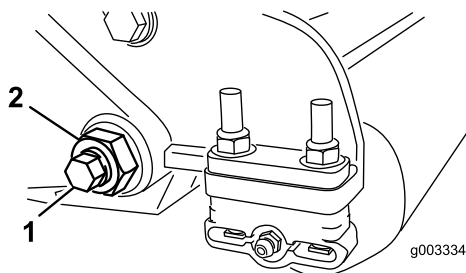

图 24
3. 在机器的另一侧松开固定底刀架螺栓图 24 的锁紧螺母。
4. 拆下两个底刀架螺栓向下拉动底刀架并从滚刀组上拆下来图 24。